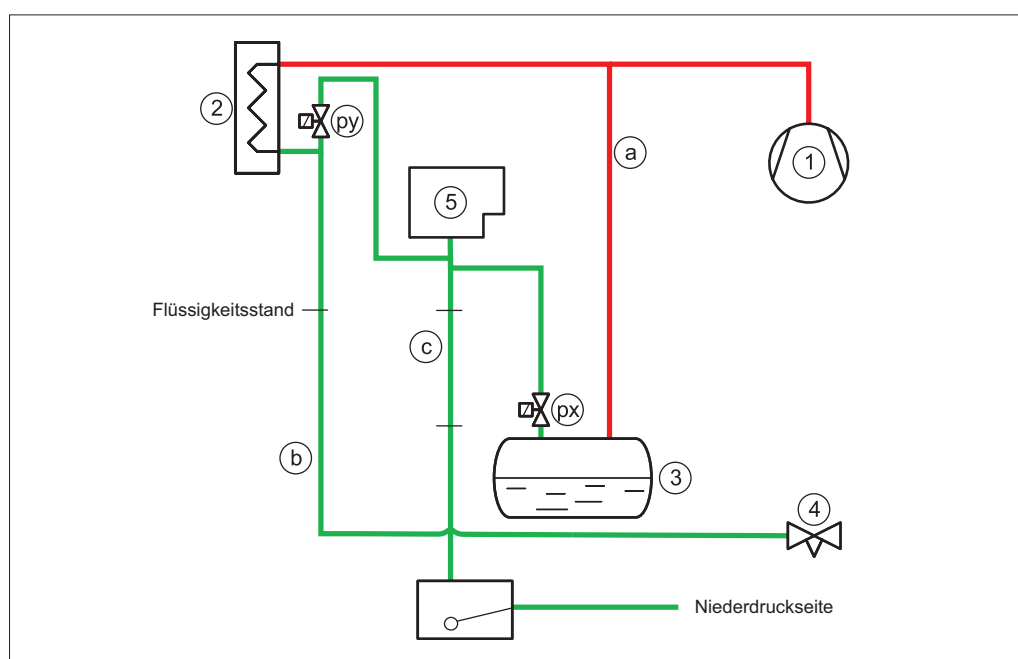

Abb. 7 Entlüfteranschlüsse (px) und (py). Die Ablaufleitungen (c) müssen vertikal/mit Abwärtsgefälle verlegt sein
Alternativ dazu kann der Flüssigkeitsablauf aus dem Entlüfter durch ein HD-Schwimmerventil (6) zur Niederdruckseite erfolgen (siehe Abb. 7).